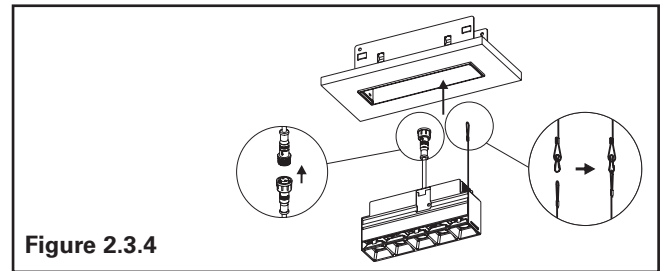

Figure 2.3.4
7. Take out driver cable from housing junction box through ceiling cut-out and connect driver cable to light engine cable. Also connect the tether cable on light engine to tether on ceiling. (Figure 2.3.4)
7. Sortez le câble du pilote du logement de la boîte de jonction par la découpe au plafond et raccordez le câble du pilote au câble du moteur lumineux. Raccordez également le câble d'attache du moteur lumineux au câble d'attache du plafond (Figure 2.3.4).